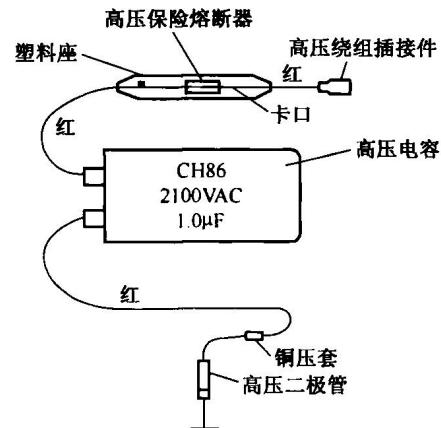

图 1-3 倍压整流组件
- (1) 将高压电容短路放电。
- (2) 先拧出高压电容支架的固定螺钉,再拧出高压二极管接地螺钉,然后拔出连接高压绕组的插接件,移出倍压整流组件。倍压整流组件结构如图 1-3 所示。
(3) 打开高压熔断器塑料座,取出损坏的高压熔断器,置入 5kV、0.8A 高压熔断器。
(4) 剪掉铜压套,用型号 T3512 型或 HVR-1X-42B 型高压二极管置换,并用铜压套压牢接头。若手头无铜压套,可用锡焊牢,然后套入耐高压套管绝缘。应该指出的是,高压二极管负端应接底盘,不能接错! 最后理顺高压导线。高压导线不要碰触底盘,以悬空远离底盘为宜,防止高压对地拉弧放电。